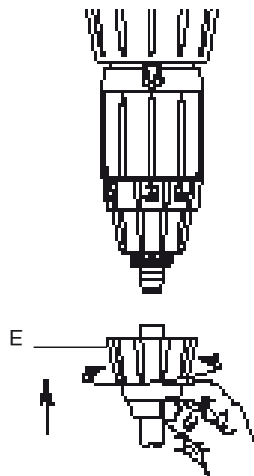

Fig. 8
- Desenroscar la tuerca (Fig. 8-E) colocada debajo de la parte dosificación e introducir el tubo de aspiración en la tuerca.